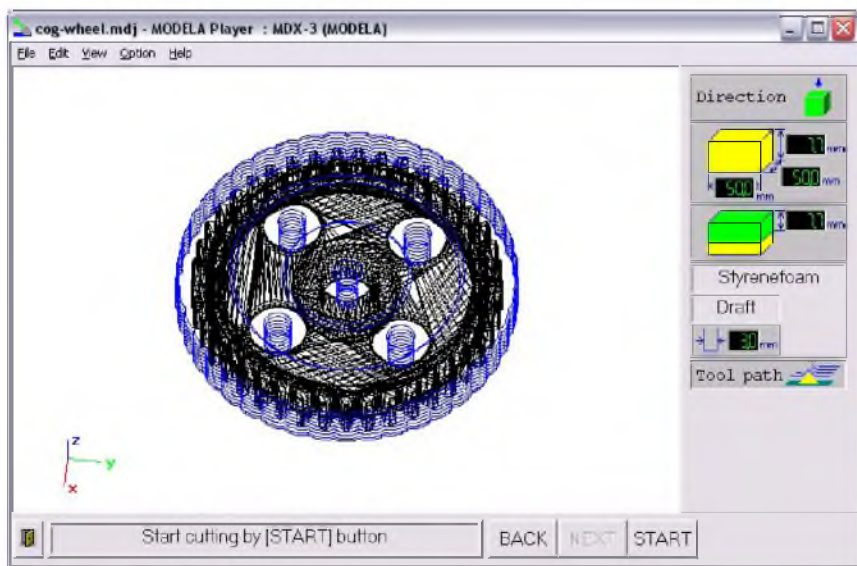

Рис. 10. Траектория движения инструмента при изготовлении зубчатого колеса
26. Нажмите на кнопку **Tool Path**. Через некоторое время на экране появится изображение траектории движения инструмента, показанное синей линией (на рис. 10 показана траектория движения инструмента при изготовлении зубчатого колеса).